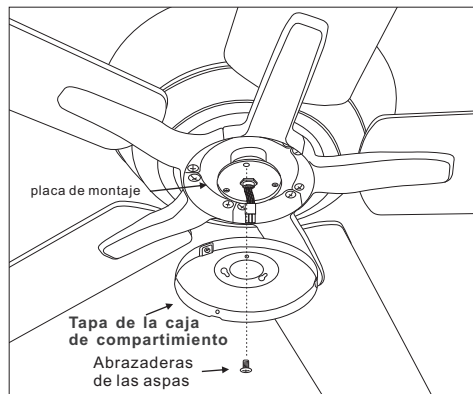

Figura 18
1. Quite tornillo I y suelte dos tornillos en la placa de montaje. fíjese la tapa del compartimento de la caja a la placa de montaje por apretar los tornillos anteriormente quitado y suelto. (figura 18)